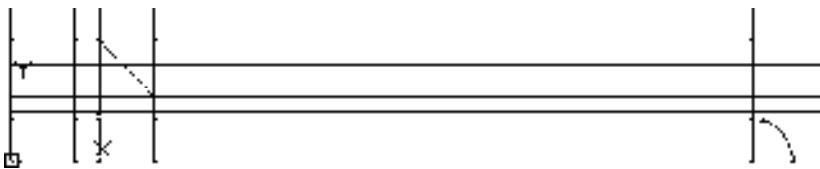

图 10-58 绘制直线和圆弧
③ 单击“绘图”工具栏中的“直线”按钮，捕捉偏移线交点，绘制直线。
④ 单击“绘图”工具栏中的“圆弧”按钮，绘制半径为“5”的圆弧。结果如图 10-58 所示。